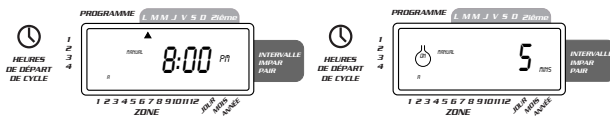

FIGURE 14: Arrosage manuel de la station 3 pendant cinq minutes
- Pour sauter une station, appuyer sur la touche **SUIVANT** jusqu'à ce que le curseur clignote au-dessus du numéro de la station que vous voulez programmer. Par exemple: pour régler la station 3 pour une durée de cinq minutes, appuyer sur la touche **MANUEL**, et ensuite appuyer sur la touche **SUIVANT** cinq fois pour sélectionner le mode de fonctionnement manuel et avancer à l'arrosage pour la station 3; à l'aide des touches + et -, régler la durée d'arrosage manuel à cinq minutes; ensuite appuyer sur **ENTER** [Voir Figure 14].